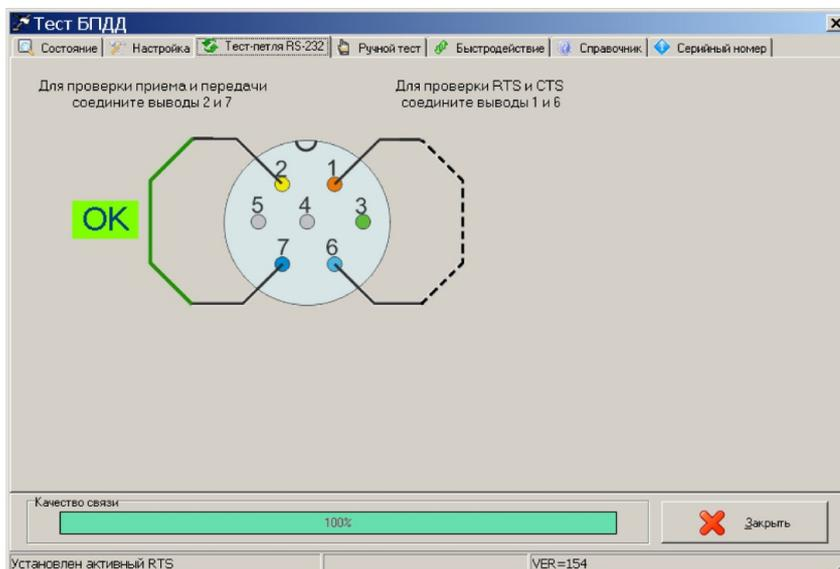

Рисунок 21
- 4) Подключить к разъему ХР3 заглушку (соединить контакты 2 и 7 разъема ХР3). Проверить появление сообщения «ОК» (рисунок 21). Светодиод «RS-232» должен периодически мигать.